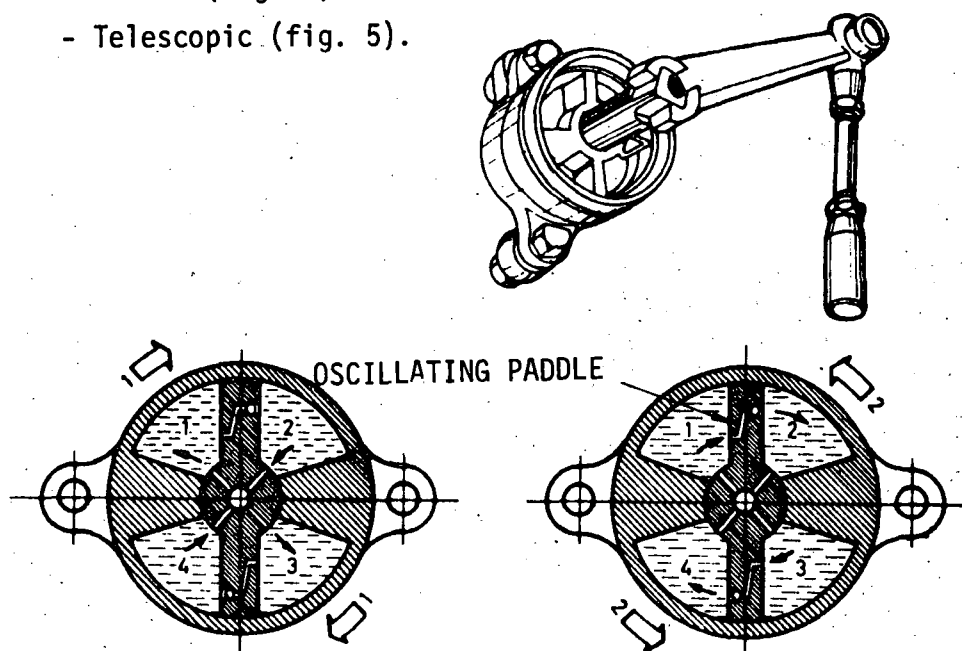

Fig. 3
- Oscillating paddle (fig. 3).